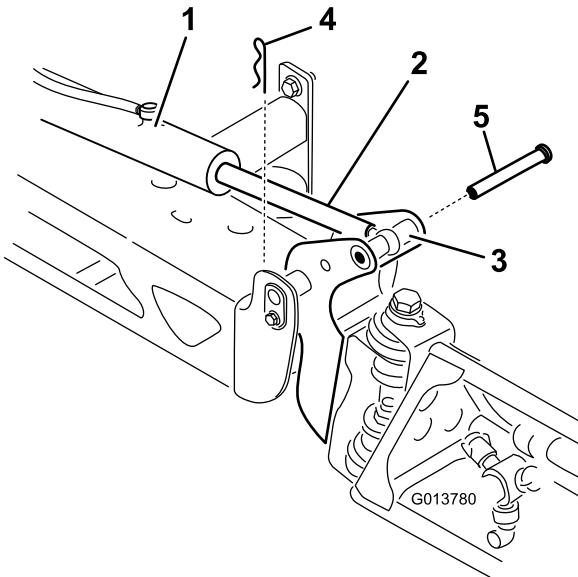

Figura 106
- Retire o contrapino do pino de articulação (Figura 106).
- Eleve rampa e retire o pino (Figura 106) e lentamente baixe a rampa para o solo.
9. Enquanto segura na rampa, insira o pino através tanto da articulação da rampa como da extremidade da barra (Figura 106).